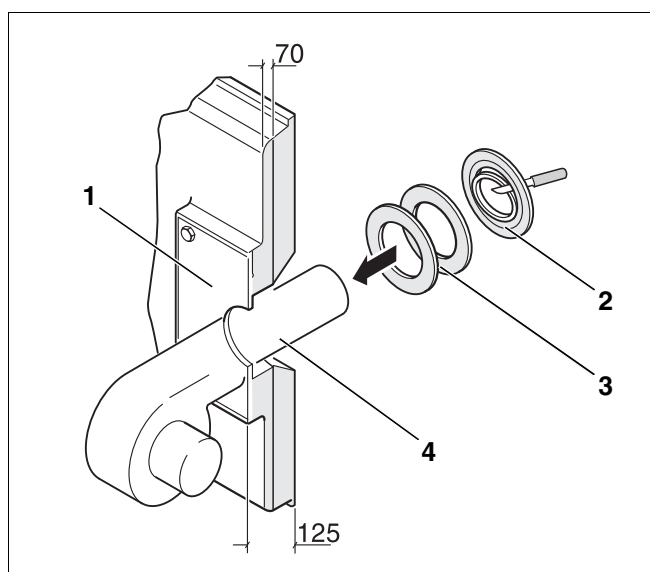

Fig. 28 Montage – brûleur
- Perforez la plaque du brûleur (fig. 28, [1]) selon le diamètre de la tuyère de brûleur (Ø maxi. 270 mm) ou perforez par oxycoupage.
- Découper les anneaux isolants selon le diamètre de la tuyère du brûleur (fig. 28, [2]).
- Remplir la fente restante entre l'isolation thermique de la porte du brûleur et la tuyère (fig. 28, [4]) avec les anneaux d'isolation adaptés (fig. 28, [3]).